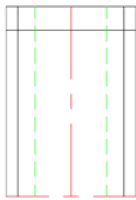

图 3.55 转换图层
(6) 选择偏移的直线，分别转换至【轮廓】图层和【虚线】图层，效果如图 3.55 所示。